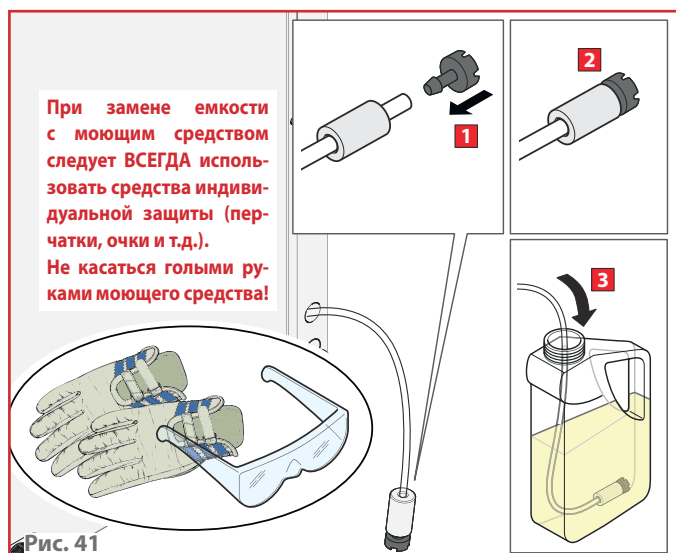

Рис. 41
- каждый раз при замене емкости моющего средства ► **Рис. 41**;